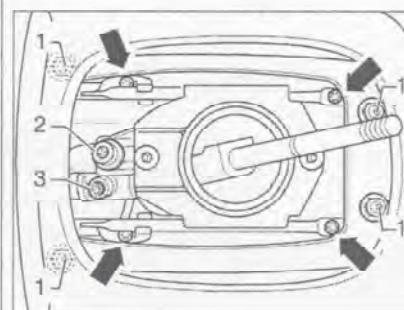

Рис. 7.335. Отверните гайки (1)
7. Отверните гайки (1) корпуса механизма переключения передач (рис. 7.335). При этом корпус опускается. Момент затяжки: 10 Нм.